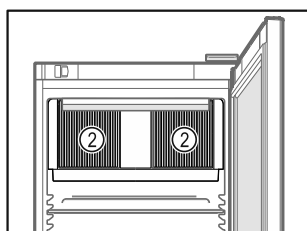

Fig. 41
- Cirkuliuojančio oro ventiliatoriaus vėsinimo plyšiai Fig. 41 (2) viduje turi būti neuždengti.